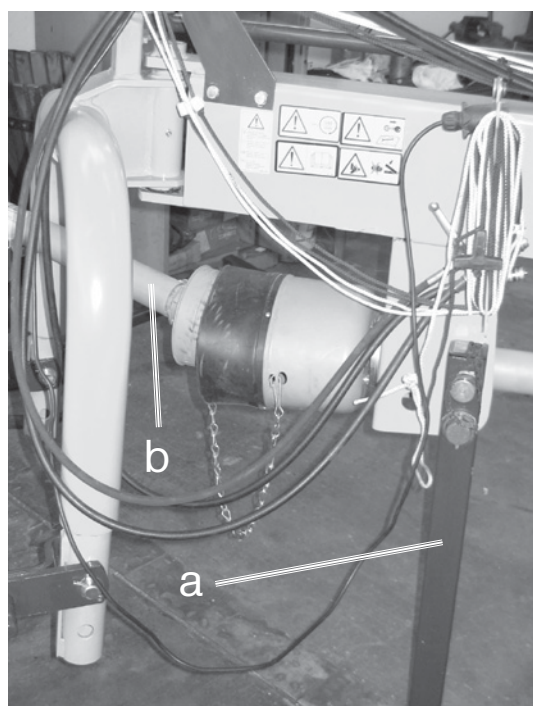

Рисунок 3-20
- Опустить опорную ножку (a) вниз, пока не защелкнется блокировка. (Рисунок 3-20)
- Снять карданный вал (b) со стороны трактора и положить в приемную скобу. (Рисунок 3-20)